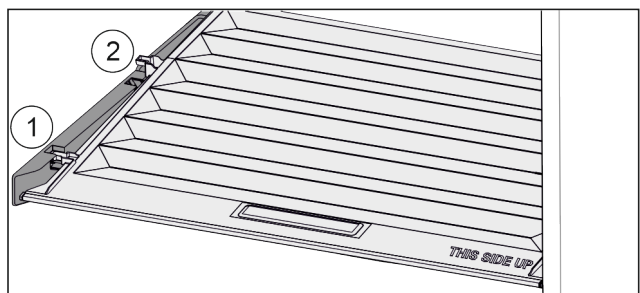

Fig. 24
- ▶ Deksel tot de opening in de vasthouddelen naar voren trekken Fig. 24 (1).
- ▶ Aan de achterkant vanaf de onderkant omhoog tillen en vanaf de bovenkant verwijderen Fig. 24 (2).